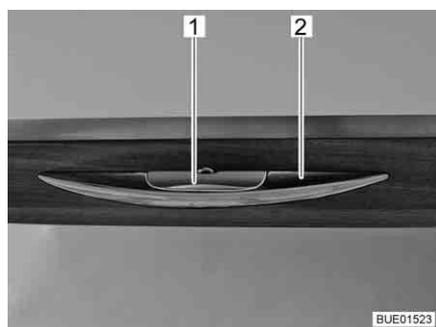

Fig. 82 Maniglia con listello di sblocco
- Premere il listello di sblocco (Fig. 82,1) e mantenerlo premuto.
- Tirare la maniglia (Fig. 82,2) finché lo sportello del mobile non si apre.